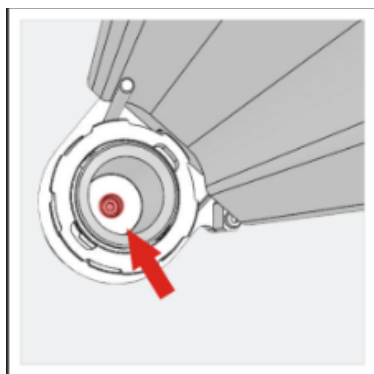

Рис. 25
- С помощью шестигранного ключа (4) затяните потайные шестигранные винты крепления косого ножа (Рис. 25). Таким образом инструмент будет надежно зафиксирован.